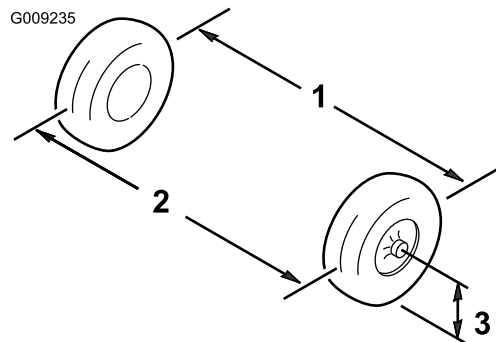

图 45
1. 以轮轴的高度为标准、分别测出两个前轮的轮前距离和轮后距离 (图 45)。